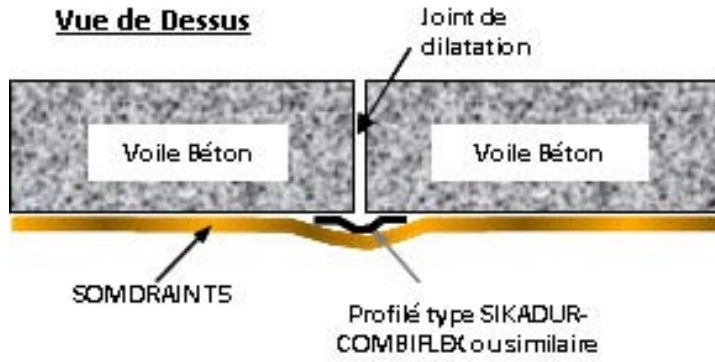

Figure 8 - Traitement des joints de dilatation
• Ne pas encoller sur environ 10 cm de part et d'autre du joint pour laisser la membrane libre et prévoir une lyre au droit du joint, conformément à la figure 8.